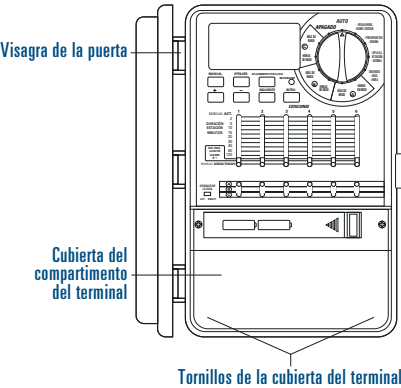

Ilustración A1: Tapa del terminal
- Extraiga la “Tapa del terminal” destornillando los dos tornillos y empujando la tapa de plástico, descubriendo la “Placa inferior CA”. [Ilustración A1]